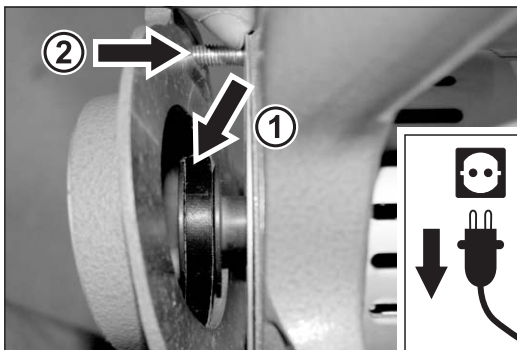

Abb. 25 Den Keilriemen in die Motorriemenscheibe einsetzen (1). Die beiden Langlöcher im Vorsatz über die Gewindestifte schieben (2).
- 6 Setzen Sie den Keilriemen in die Motorriemenscheibe ein (Abb. 25, 1).
- 7 Schieben Sie die beiden Langlöcher im Vorsatz über die Gewindestifte im Ventilatorgehäuse (Abb. 25, 2).